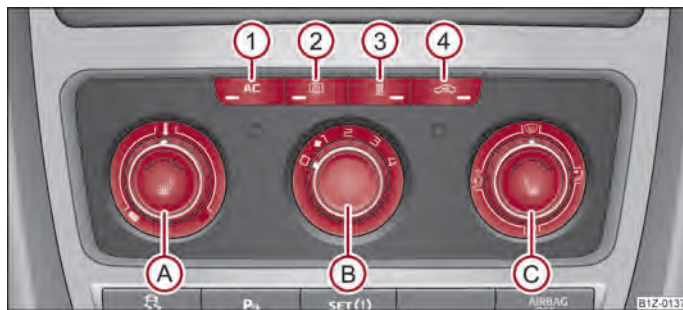

Fig. 94 Sistema de aire acondicionado: Elementos de mando
La refrigeración funciona sólo si se pulsa la tecla **AC** → fig. 94 ① y se cumplen las siguientes condiciones:
- Gire el regulador giratorio **A** → fig. 94 hacia la derecha para aumentar la temperatura.
- Pulsar la tecla **AC** ① → fig. 94. En la tecla se encenderá el testigo de control.
- Elementos de mando Ⓐ, Ⓑ, Ⓒ y las teclas ① y ④ ⇒ fig. 94.
- Pulse la tecla ④ ⇒ fig. 94, en la tecla se encenderá el testigo.
Si el regulador distribuidor de aire Ⓒ se encuentra en la posición ⇒ fig. 94, el servicio de aire circulante se desconectará automáticamente. Pulsando repetidamente la tecla , puede volver a conectar el servicio de aire de circulación también en esta posición. ▶